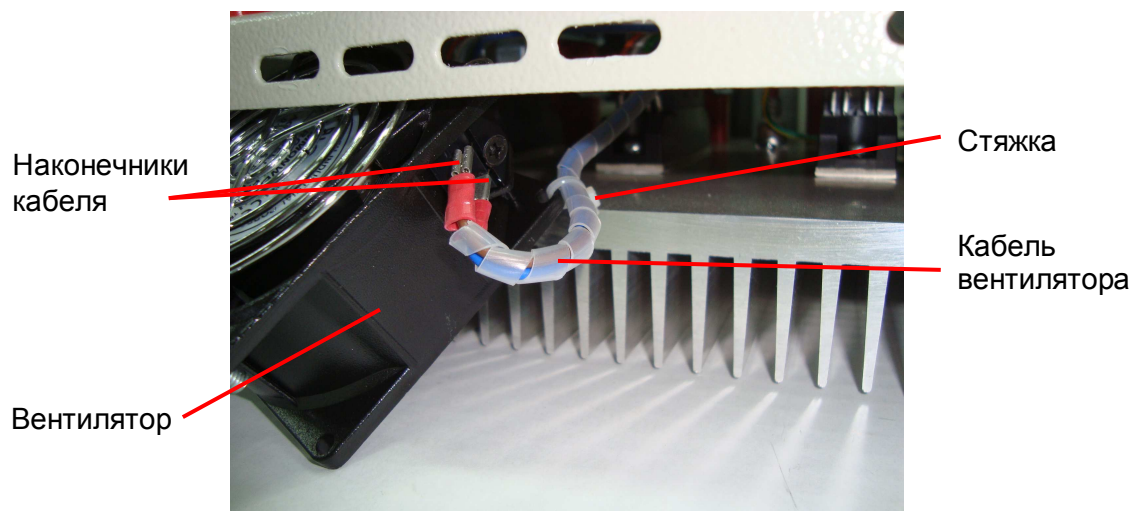

Рис. 6.11
6.7.2. Обрезать стяжку крепления кабеля к вентилятору и отсоединить наконечники кабеля от контактов вентилятора (рис.6.11).